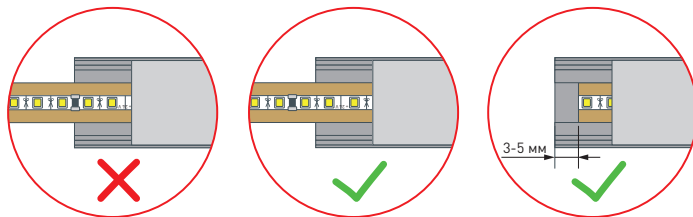

Рис. 1. Правильная резка ленты. Вид сверху
- Измерьте длину области установки. При необходимости отрежьте часть профиля необходимой длины (минимальный отрезок – 5 мм). Разрезать ленту необходимо только в обозначенных местах, отступив от края профиля на 3–5 мм строго по линии резки. Не допускается соприкосновение края ленты с анодированной частью профиля, поскольку произойдет нарушение ее работы и выход из строя. Контактная площадка печатной платы не должна располагаться в месте резки (см. рис. 1).